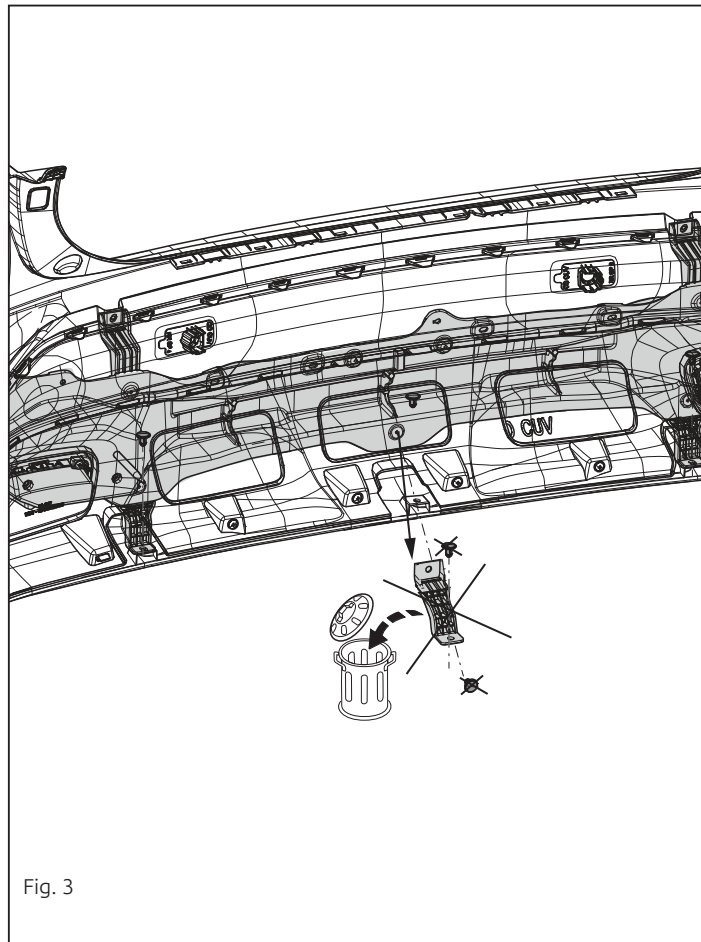

Fig. 3
3. Снять указанные детали. См. рисунок 3.